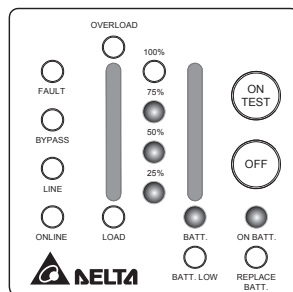

Рис. 3-8. Индикация в режиме работы от батареи
**Режим работы от батареи.** Загорается индикатор режима работы от батареи, каждые 2 секунды подается звуковой сигнал длительностью 0.5 с, при этом ИБП начинает подавать питание в нагрузку, используя энергию батареи (см. рис. 3-8).